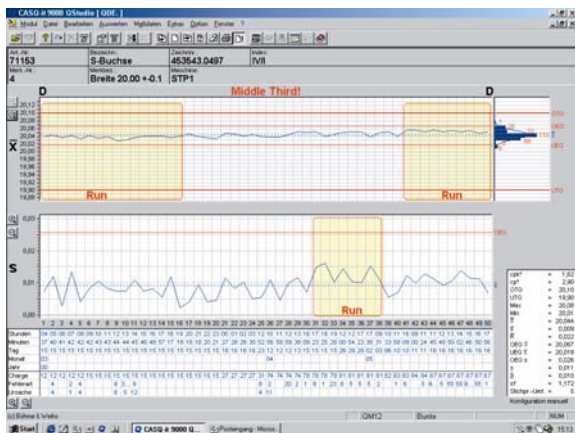

Fig. 7. Distributia normala x (mediu) / s.
- distributia normala x (mediu) / s (fig. 7)